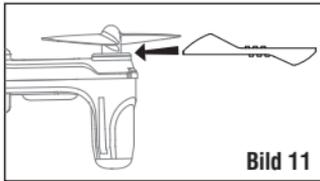
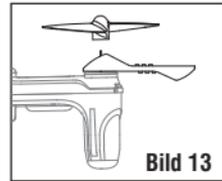

Bild 11
Bild 13
- Um den Propeller zu entfernen, schieben Sie den beiliegenden Schlüssel zwischen den Motor und den Propeller (Bild 11/12). Dann drücken Sie den Spanner gegen den Propeller, um dieses zu entfernen (Bild 13).